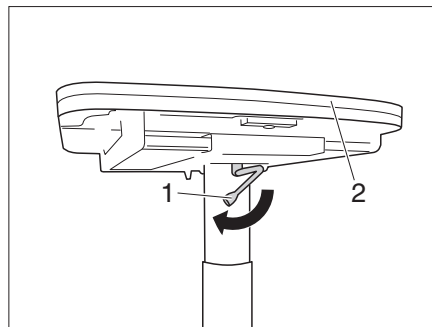

Fig. 102 Bajar la mesa
- Girar la palanca de bloqueo (Fig. 102,1) hacia la izquierda. El bloqueo está abierto.
- Presionar el tablero de mesa (Fig. 102,2) del centro hacia abajo, y mantenerlo presionado.
- Girar la palanca de bloqueo (Fig. 102,2) hacia la derecha. La mesa elevadora está bloqueada.